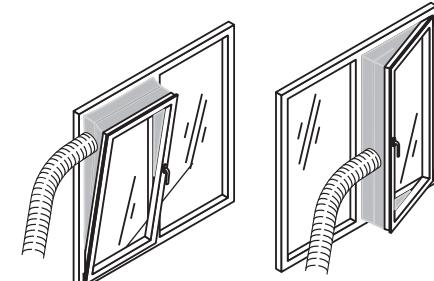

Рис. 8
- б. С помощью оконного адаптера (Рис. 8) можно вывести гофру от кондиционера прямо в окно, что позволяет контролировать температуру в помещении.